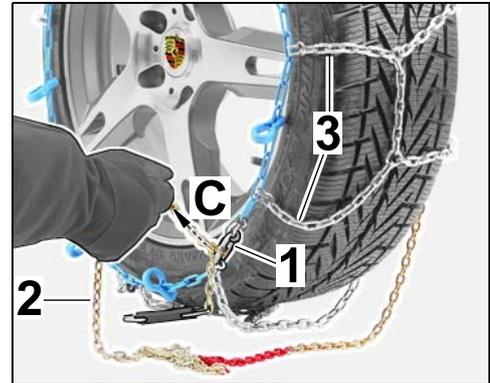

Figura 14
3.1.4 Desenganchar el eslabón de la placa de cierre y tirar de la cadena tensora a través de la placa de cierre (⇒ *Figura 14-C-*).